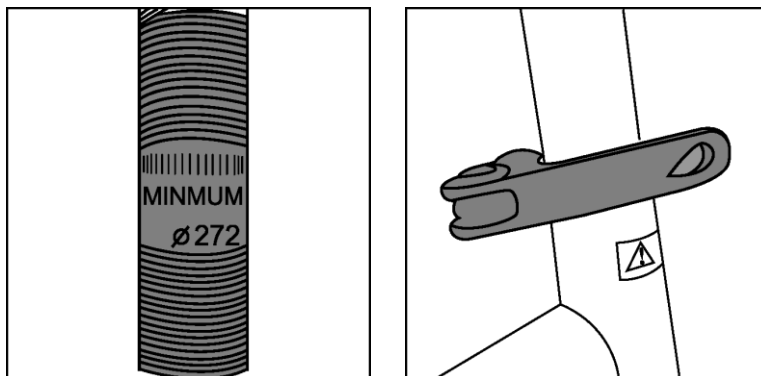

Abbildung 1: LENKER/SATTELSTÜTZE Abbildung 2: LENKER/SATTELKLEMME
- **LENKER/SATTELSTÜTZE:** Siehe **Abbildung 1**. Auf der Sattelstütze und dem Lenkervorbau ist eine gerippte Linie eingraviert. Das ist die Mindestlänge, die im Rahmen (an der Sattelstütze) oder in der Lenksäule (am Vorbau) verbleiben muss.